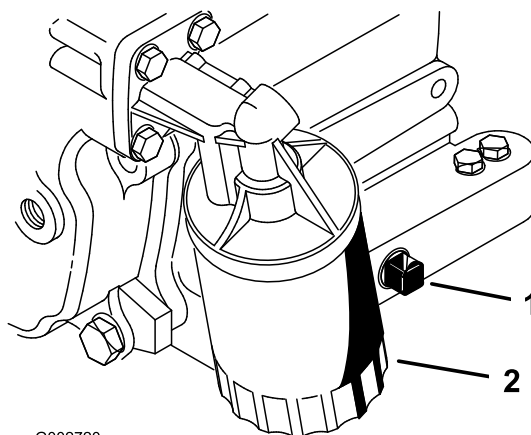

図 25
- ドレンプラグ (図 25) を外してオイルを容器に受ける。オイルが抜けたらドレンプラグを取り付ける。
- オイルフィルタを外す 図 25。